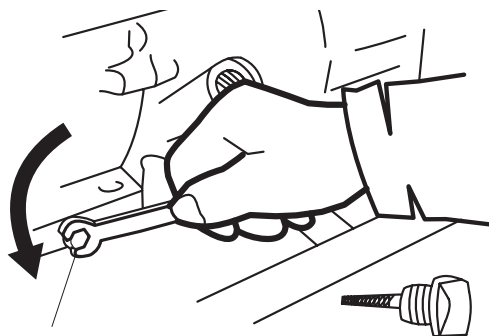

Рис. 17 Маслосливная пробка
- Отверните маслосливную пробку и слейте масло (рис. 17).